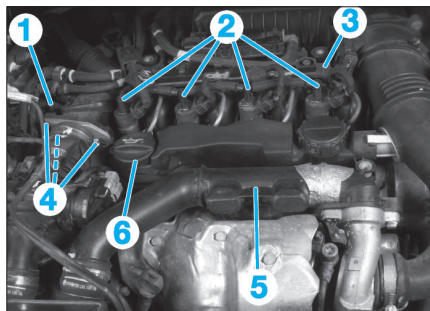

Fig. 42
- Dégrafer et écarter le faisceau (1) (Fig.42).
- Débrancher les connecteurs (2) des injecteurs.
- Déposer et écarter la barrette porte-faisceau (3).
- les vis (4),
- le résonateur (5),
- le déshuileur (6),